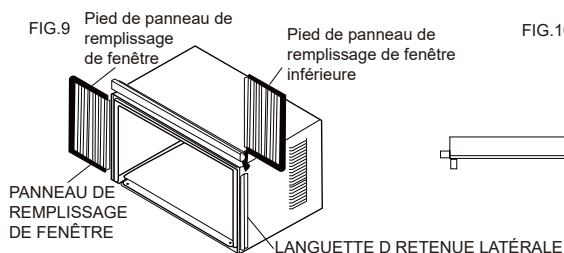

FIG.9
2. Glissez la section "I" à l'extrémité du panneau de remplissage² de fenêtre dans la languette latérale sur chaque côté du boîtier (voir FIG. 9 et FIG.10).